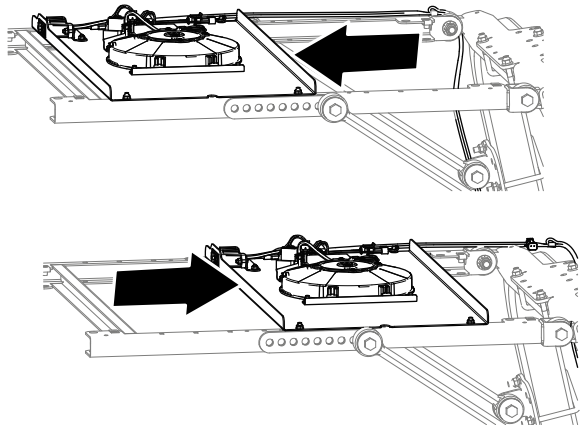

Figura 13
C. Mova o painel de interruptores para a frente ou para trás (Figura 13) para alinhar a ventoinha de arrefecimento na posição que determinou no passo 3.